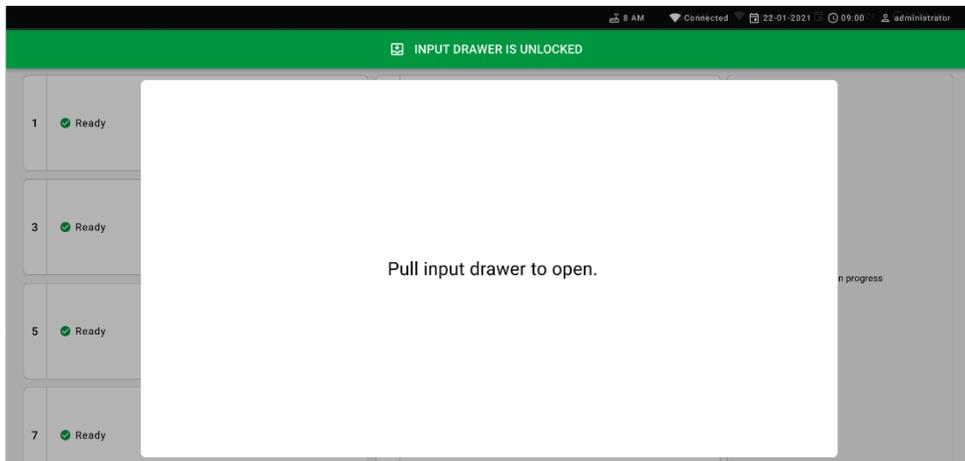

Figure 55. Boîte de dialogue du tiroir d'échantillon ouvert.
6. Lorsque vous y êtes invité, tirez le tiroir d'entrée pour l'ouvrir (figure 55).